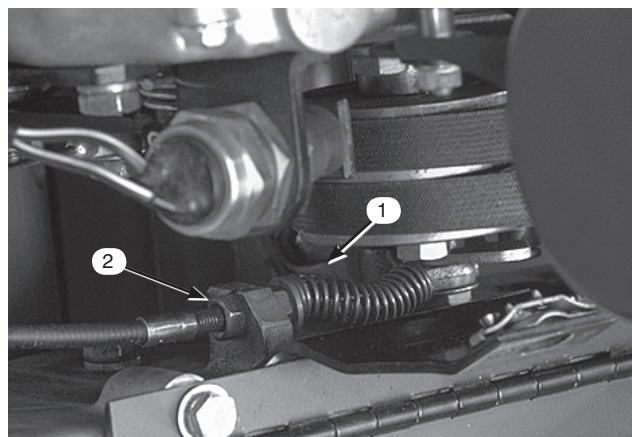

図43
2. V ベルト・カバーを固定しているリテーナをゆるめて、カバーを開ける (図43)。
3. 走行ケーブルの前ジャム・ナットをゆるめ、後ジャム・ナット (図43) を締めてケーブルの張りを出し、1.4 ~2.3 kgの力でブレーキがつかないようにする。力の計測はレバーのノブの部分で行う。ブレーキ・バンドが締めまりっぱなしにならないよう注意すること。